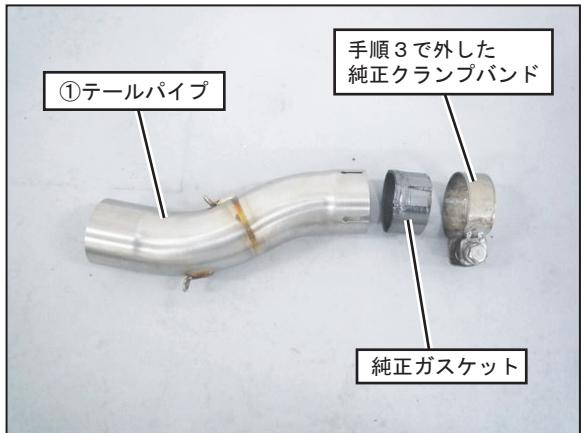

FIG. 2
4. ①テールパイプに、手順3で外した純正クランプバンドとメーカー純正の新品ガスケットを取り付けて下さい。（FIG. 2 参照）